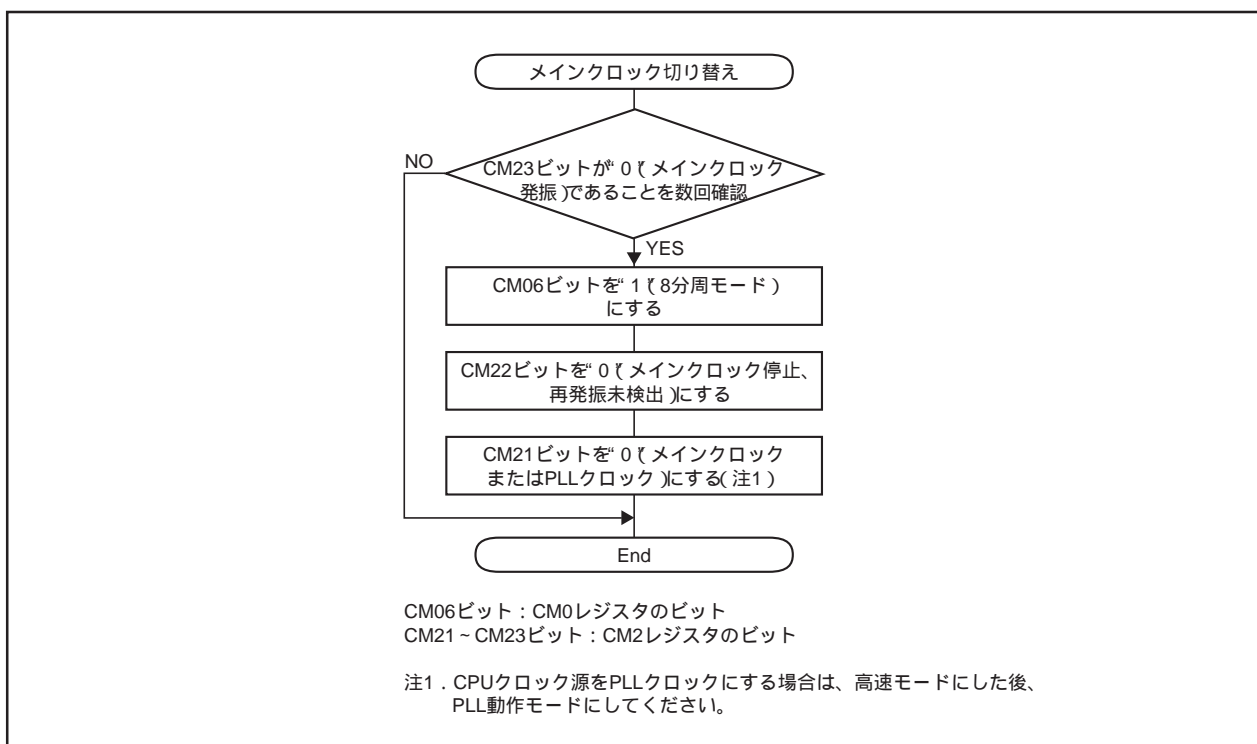

図8.14 オンチップオシレータクロックからメインクロックへの切り替え手順
- ・発振停止後、メインクロックが再発振した場合は、プログラムでメインクロックをCPUクロックや周辺機能のクロック源に戻してください。図8.14にオンチップオシレータクロックからメインクロックへの切り替え手順を示します。